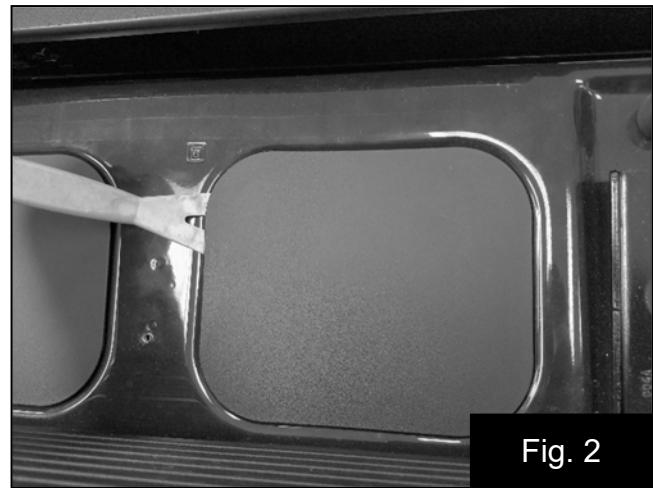

Fig. 2
3. Retirez les quatre panneaux de protection en plastique. Certains véhicules peuvent être équipés d'une trousse d'éclairage dans deux des panneaux. S'ils sont équipés de lumières, celles-ci seront réinstallées ultérieurement dans le déflecteur du haut-parleur Kicker. Fig. 2